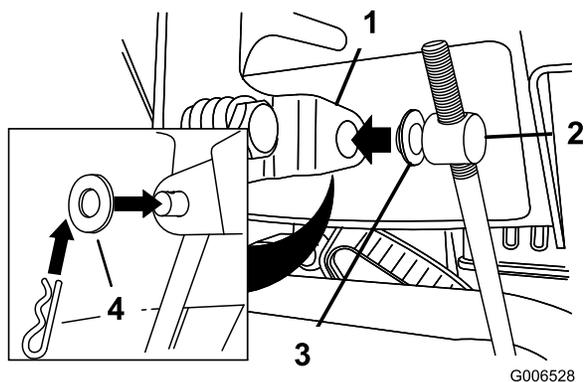

Figure 11
3. Retirez la goupille fendue et la rondelle extérieure du tourillon à l'extrémité supérieure de la tige de commande de vitesse (Figure 11).
Remarque: Pour faciliter l'installation, laissez la rondelle plate sur le tourillon (Figure 11).
6. Soulevez la tige de commande de vitesse et insérez le tourillon dans le trou du levier sélecteur de vitesses (Figure 11).
- B. Retirez le tourillon du sélecteur de vitesses (Figure 11).
- C. Tournez le tourillon vers le haut (sens antihoraire) sur la tige de commande de vitesse (Figure 11).
- D. Remettez le tourillon sur le sélecteur de vitesses (Figure 11).